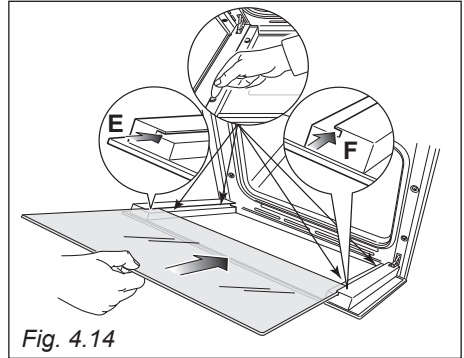
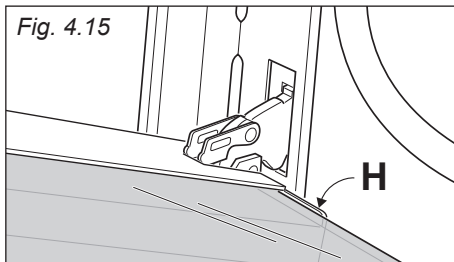

Fig. 4.14
Fig. 4.15
- **IMPORTANTE:** È consigliabile, durante l'inserimento del vetro, tenere premuti in posizione i 4 distanziatori "D", mediante un dito, al fine di evitare la rottura o lo sfilamento dei distanziatori stessi (fig. 4.14).
- Inserire il vetro nelle guide "E" ed "F" (fig. 4.14) e farlo scorrere dolcemente fino ai fermi "H" (fig. 4.15).